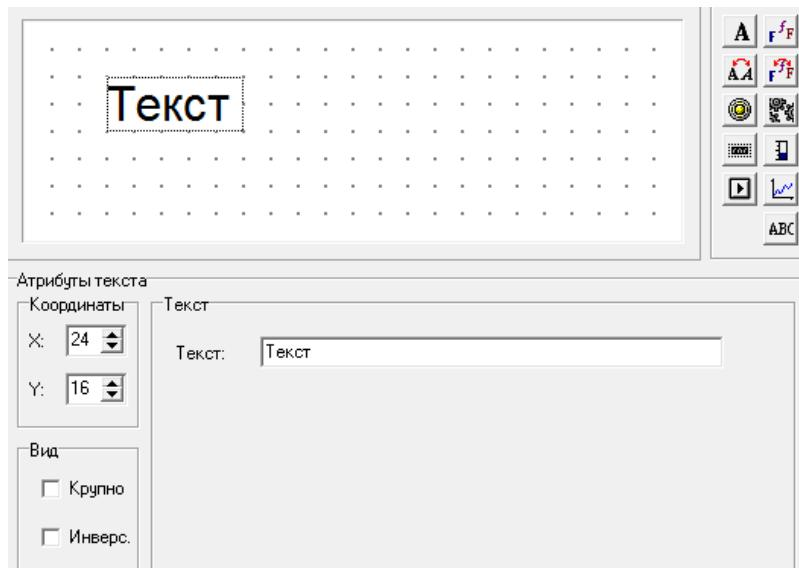

Рисунок 4.4 – Область отображения текста
1. Нажать кнопку «Текст» (A). В окне редактирования режима отобразится прямоугольная область текста. Одновременно этот текст отображается в поле ввода «Текст», расположенном под окном редактирования (см. рисунок 4.4). В этом окне текст можно отредактировать, используя символы (как кириллицы, так и латинского алфавита) и цифры.